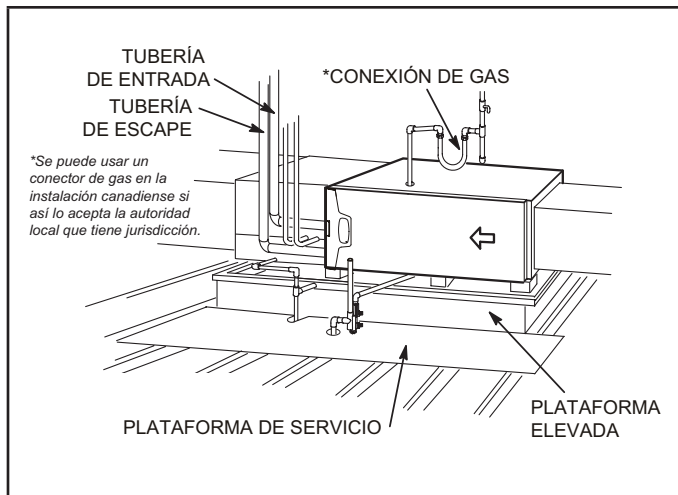

Figura 19
Este calefactor puede instalarse ya sea en un ático o en un espacio entre plantas. Ya sea cuelgue el calefactor de los travesaños del techo o de las vigas del piso, tal como se muestra en la Figura 18, o instale el calefactor sobre una plataforma, tal como se muestra en la Figura 19. Se puede ordenar un kit de suspensión horizontal (51W10) de Lennox o usar un equivalente.
- 2 - Construya un marco de madera elevado y cúbralo con una lámina de madera terciada. Si la unidad se instala arriba del espacio acabado, instale un colector de drenaje auxiliar debajo de la unidad. Coloque la unidad en el colector de drenaje como se muestra en la Figura 19. Deje 8 pulgadas de espaciamento de servicio debajo de la unidad para la trampa de condensado.